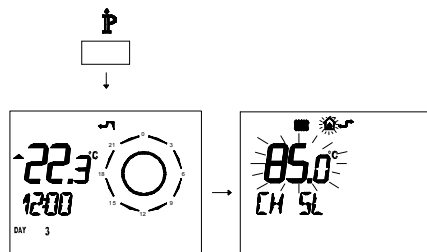

Figura 8.10
- Premere per più di 3 secondi il pulsante per entrare in modalità INFO (Figura 8.10).